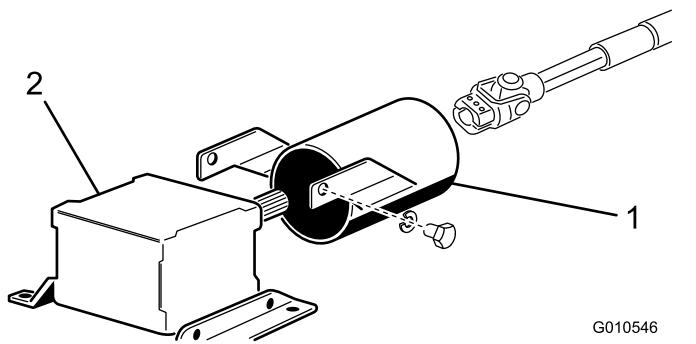

Bild 8
1. Entfernen Sie die zwei Kopfschrauben und Sicherungsscheiben, mit denen die Befestigungshalterungen der Schutzvorrichtung für die Zapfwelle am Getriebe befestigt sind (Bild 8).
2. Schieben Sie die Schutzvorrichtung der Zapfwelle auf die Zapfwelle, bringen Sie die Schutzvorrichtung so an, wie in Bild 8 dargestellt.